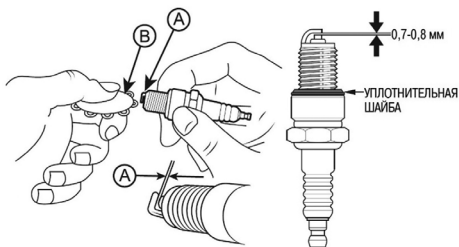

Рис. 20. Обслуживание свечи зажигания
4. Измерьте зазор А между электродами свечи зажигания специальным щупом В (Рис. 20). Зазор должен быть 0,7-0,8 мм. При увеличении или уменьшении требуемого зазора, рекомендуется заменить свечу, так как регулировка зазора может привести к изменению качества искрообразования.